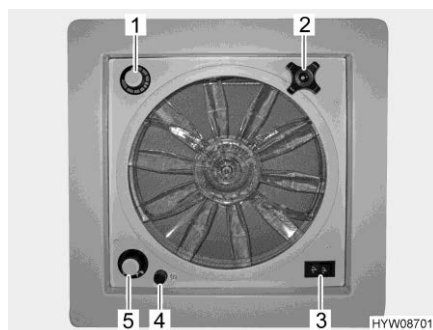

Fig. 75 Oblò con ventilatore
- ▷ Un fusibile da 4 A (Fig. 75,4) protegge da sovraccarico il motore del ventilatore. Se si verifica un sovraccarico: Per prima cosa individuare ed eliminare la causa (ad es. il ventilatore è sporco), poi sostituire il fusibile.
| Apertura oblò:                               | <ul style="list-style-type: none"> <li>■ Ruotare la maniglia girevole (Fig. 75,2), finché non si raggiunge l'angolo di apertura desiderato.</li> </ul>  |
| Aerazione/sfiato:                            | <ul style="list-style-type: none"> <li>■ Portare l'interruttore a levetta (Fig. 75,3) su "Aerazione" (flusso d'aria dall'esterno verso l'interno) o "Sfiato" (flusso d'aria dall'interno verso l'esterno).</li> </ul>   |
| Spegnimento del ventilatore:                 | <ul style="list-style-type: none"> <li>■ Portare l'interruttore a levetta (Fig. 75,3) sulla posizione centrale.</li> </ul>  |
| Impostazione della velocità del ventilatore: | <ul style="list-style-type: none"> <li>■ Posizionare l'interruttore girevole (Fig. 75,5) sul grado desiderato:0 = spento1 = lento2 = medio3 = veloce</li> </ul>   |
| Impostazione della temperatura:              | <ul style="list-style-type: none"> <li>■ Ruotare il termostato (Fig. 75,1) fino alla battuta in direzione "blu".</li> <li>■ Una volta raggiunta la temperatura desiderata: Ruotare il termostato in direzione "rosso", finché il ventilatore non si spegne. Se la temperatura aumenta di nuovo, il ventilatore si riaccende.</li> </ul> |
- Ruotare il cappuccio nero (Fig. 75,4) di un quarto di giro in senso antiorario.